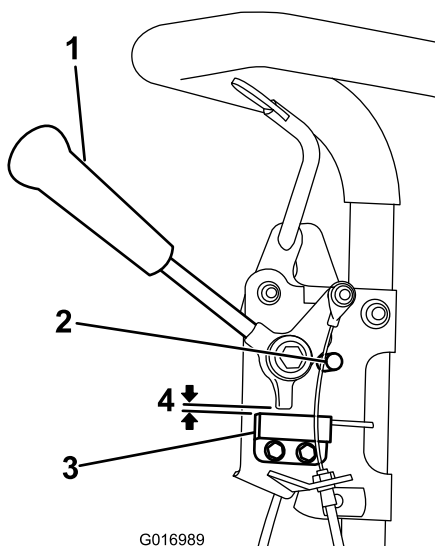

Figura 29
1. Verificate che il motore sia spento e la leva di trazione disinnestata e appoggiata sul fermo in folle (Figura 29).
2. Allentate i dispositivi di fissaggio del microinterruttore di sicurezza (Figura 29).
3. Inserite uno spessore di 0,8 mm fra la leva della trazione e il microinterruttore (Figura 29).